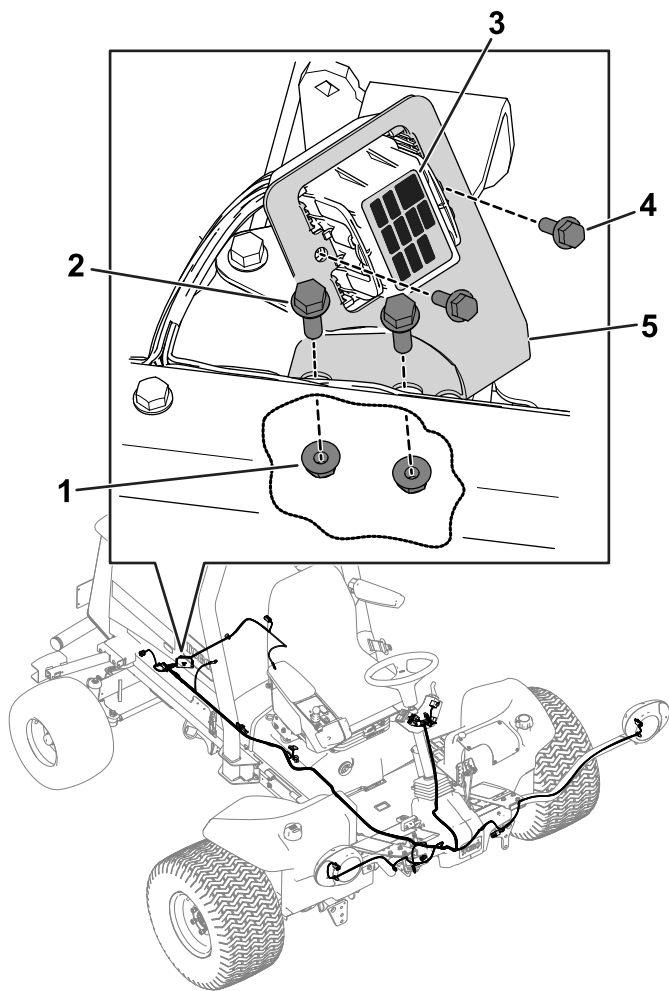

Bild 15
2. Befestigen Sie die Sicherungskasten-Befestigung mit zwei Bundbolzen ($\frac{5}{16}$ " x 1") und zwei Bundmuttern ($\frac{5}{16}$ " am Motorbefestigungsrahmen an der rechten Seite der Maschine (Bild 15).
3. Befestigen Sie den Sicherungskasten mit zwei Bundbolzen (M6) an der Halterung des Sicherungskastens (Bild 15).
4. Bringen Sie den Sicherungsaufkleber an der Abdeckung des Sicherungskastens an (Bild 15).